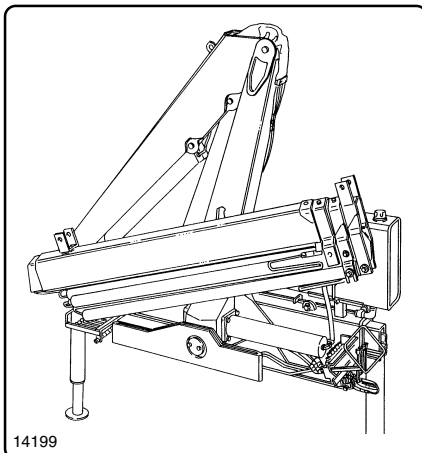

fig. 8.5.14
- c) chiudere tutti i martinetti (compresi gli stabilizzatori) mettendo la gru in posizione di riposo (fig. 8.5.14) e ripetere l'operazione di svuotamento del serbatoio;
- c) *close all the cylinders (including the outriggers) to put the crane into rest position (fig. 8.5.14) and repeat the operation of the oil changement;*